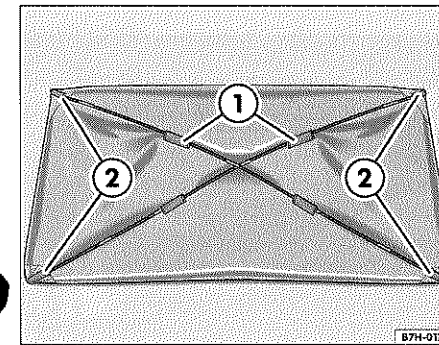
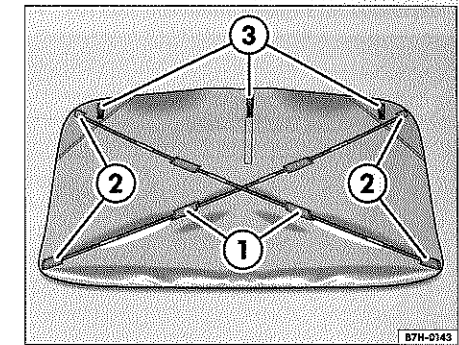

Fig. 37 Cubreventanas armado del parabrisas
Fig. 38 Cubreventanas armado de la luneta
- Introduzca las varillas de fibra de vidrio en diagonal por los manguitos de tela ⇒ fig. 37 ① o ⇒ fig. 38 ① previstos en el reverso de la tela.
- Introduzca un extremo de una de las varillas en una esquina ⇒ fig. 37 ②.
- De igual forma, introduzca el otro extremo de la varilla en la esquina opuesta ②. Para ello es necesario doblar un poco la varilla ⇒ A en “Piezas de los cubreventanas”, página 52.
- Introduzca el gancho en forma de L de la cinta central ⇒ página 53, fig. 38